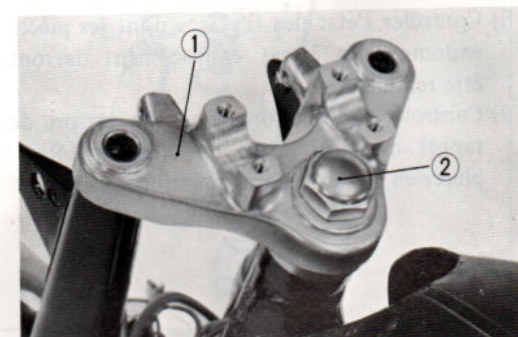

Fig. 123 Dépose du T de fourche
- 10) Dévisser l'écrou d'axe de direction et déposer le T de fourche. (Fig. 123)